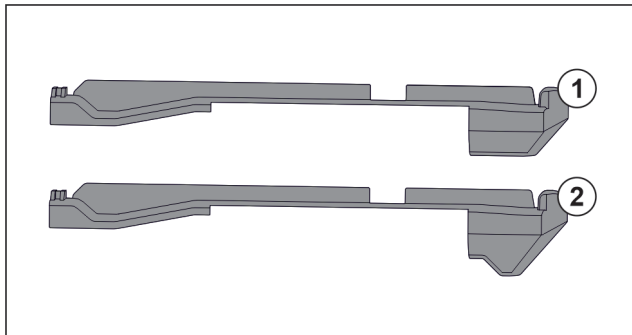

Fig. 56 Vergleich der Aufsichtsteile
Im Gerät befinden sich zwei unterschiedliche Aufsichtsteile. Das Aufsichtsteil über dem untersten Schubfach Fig. 56 (2) hat eine dreieckige Kante. Alle anderen Aufsichtsteile Fig. 56 (1) haben eine gerade Kante.
- ▶ Aufsichtsteil Fig. 56 (2) mit der dreieckigen Kante über dem untersten Schubfach anbringen.
- ▶ Aufsichtsteil Fig. 56 (1) mit der geraden Kante an allen anderen Stellen anbringen.